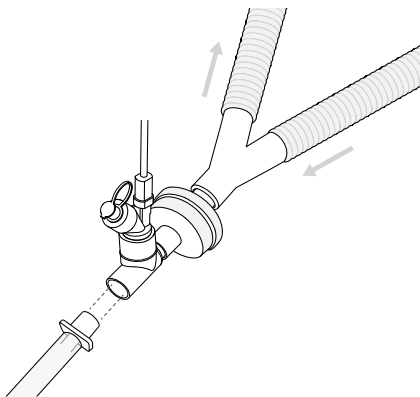

Figure 9. Système Aerogen Solo placé entre l'ECH et la sonde endotrachéale
4. Dans cette configuration, il convient d'utiliser uniquement un ECH approuvé pour être utilisé avec un nébuliseur (figure 9). Suivre les instructions du fabricant de l'ECH concernant l'utilisation avec un nébuliseur. Vérifier que le volume combiné total du nébuliseur et de la pièce en T avec ou sans ECH est acceptable pour le volume courant délivré. Ne pas utiliser un nébuliseur entre le raccord en Y et un nouveau-né. Se reporter aux contre-indications en page 41.